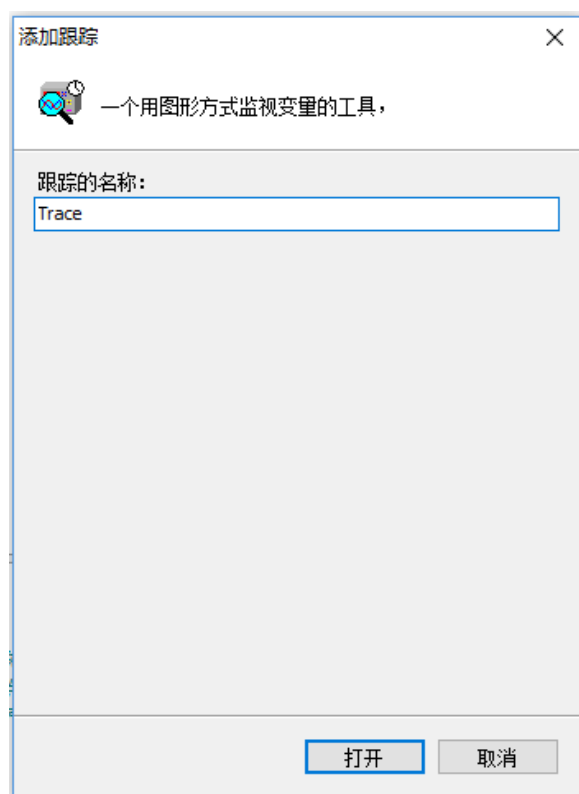

图 5.52 跟踪曲线的名称
- 在弹出的对话框中填写一个跟踪曲线的名称，如图 5.52 所示的 Trace。